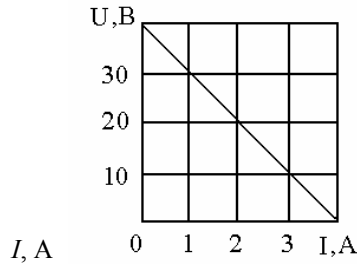

Рис. 1.7
1.1.6. На рис. 1.7 изображена внешняя характеристика источника питания. Составить схемы замещения цепи с источником ЭДС и тока и определить их параметры.